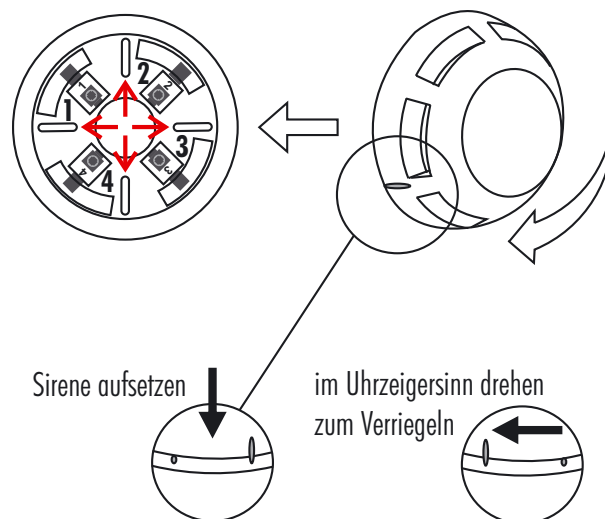

Abb. 2
5. Setzen Sie die Sirene auf den Sockel und drehen Sie sie im Uhrzeigersinn, um sie zu verriegeln (siehe Abb. 2), sodass die Markierungslinie auf der Sirene mit der längeren Markierung auf dem Sockel übereinstimmt.